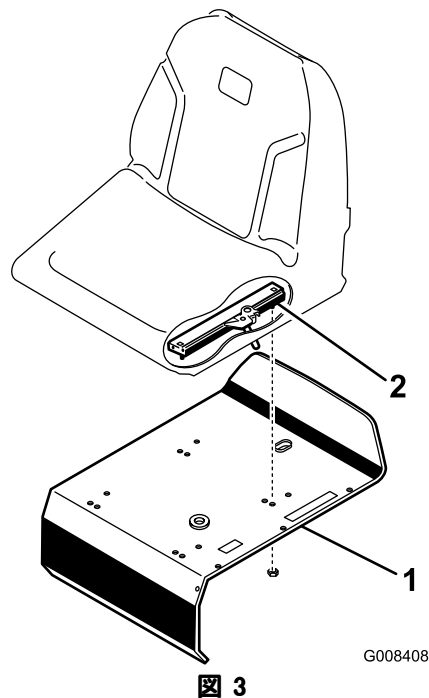

図 3
3. 付属部品に入っているロックナット (5/16 インチ.) を使って、シートスライドをシートサポートに固定する (図 3)。